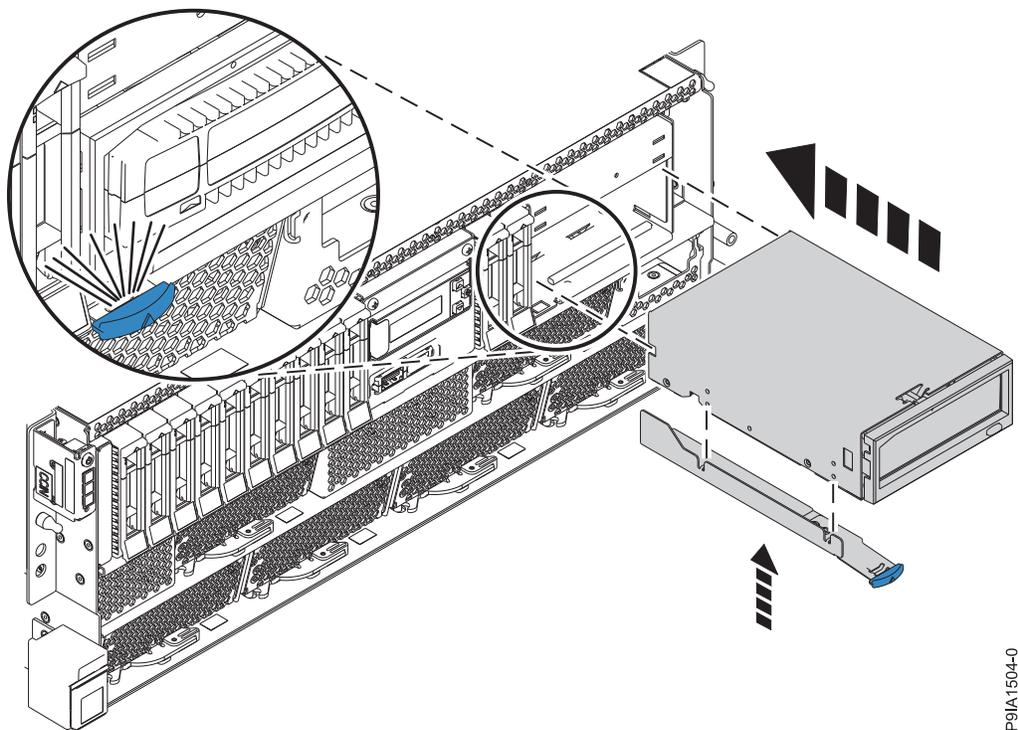
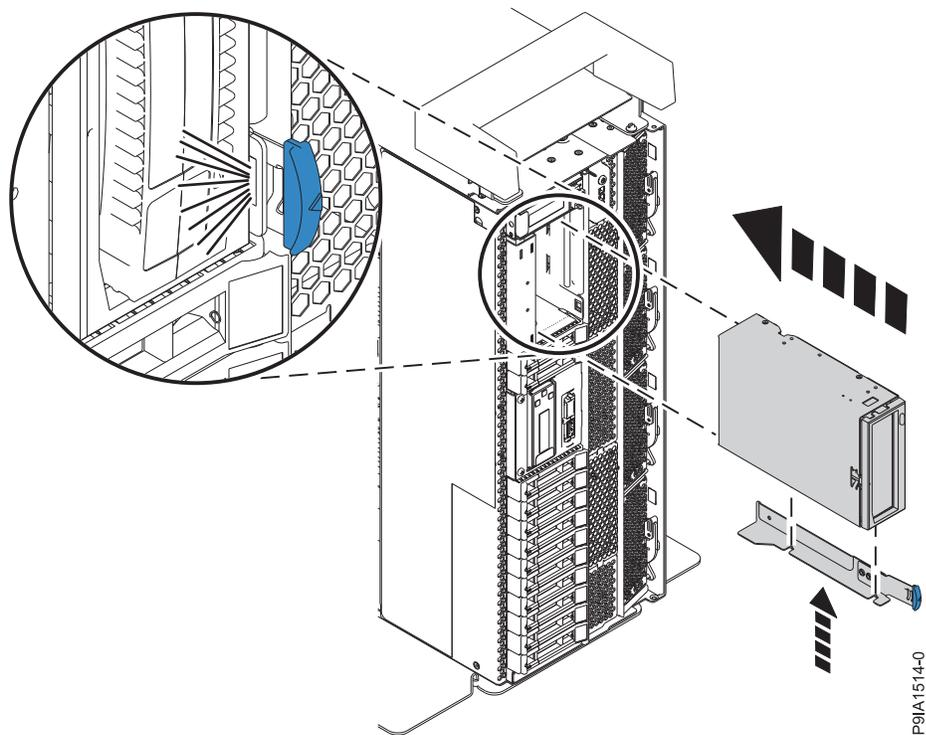

Figura 6. Substituindo a estação de acoplamento RDX interna de um sistema montado em rack
Figura 7. Substituindo a estação de acoplamento RDX interna em um sistema independente
8. Deslize a estação de acoplamento RDX interna para dentro do sistema até que ela seja bloqueada no local, como mostrado na Figura 6 na página 9 ou Figura 7 na página 9.